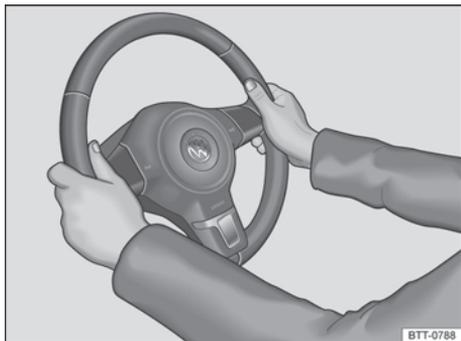

Fig. 90 En el volante: posición equivalente a las 9 y las 3 horas.
- Ajuste el volante de forma que pueda sujetarlo con las dos manos por los lados, por su parte exterior, en la posición equivalente a las 9 y las 3 horas → fig. 90 con los brazos ligeramente flexionados → .
- Con el fin de reducir el peligro de sufrir lesiones en caso de que se dispare el airbag frontal del conductor, durante la conducción sujete siempre el volante por los lados, por su parte exterior, con las manos en la posición equivalente a las 9 y las 3 horas → fig. 90.